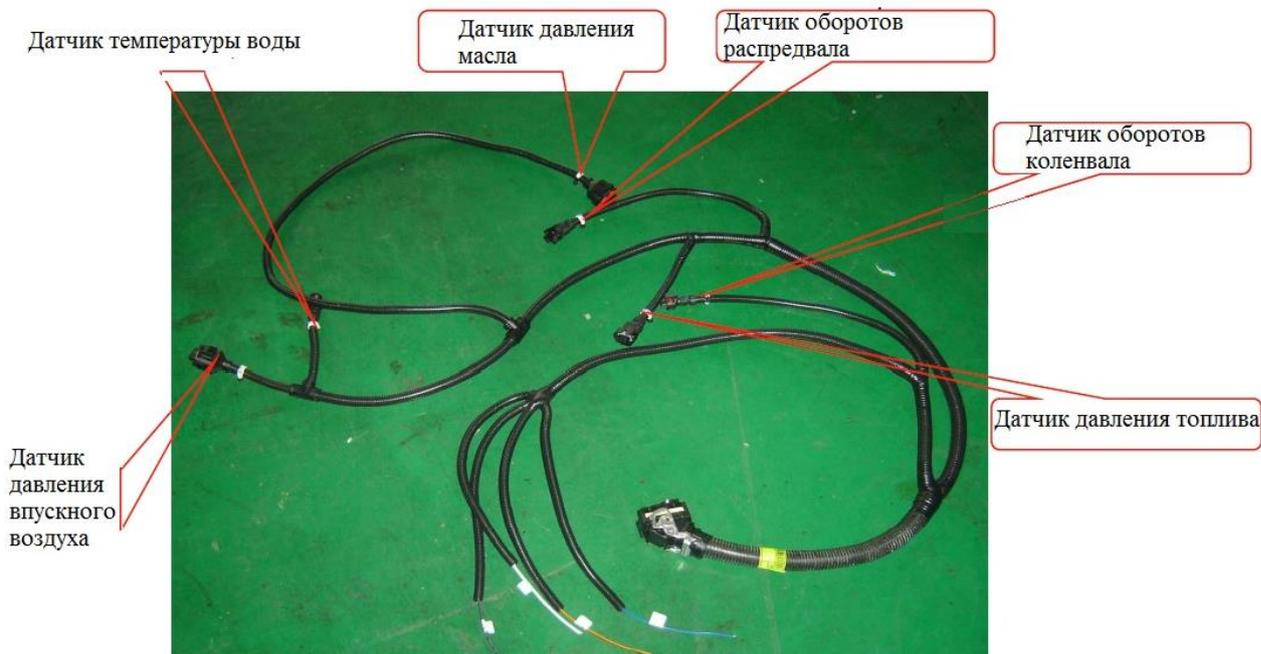

Рис. 74 Установка жгутов двигателя
4.16. Установка жгутов двигателя (см.рис. 74).
Проложите жгут проводки и датчиков по двигателю. Закрепить его клямерами. Подсоединять выводы жгута согласно схеме указанной на рис. 74.